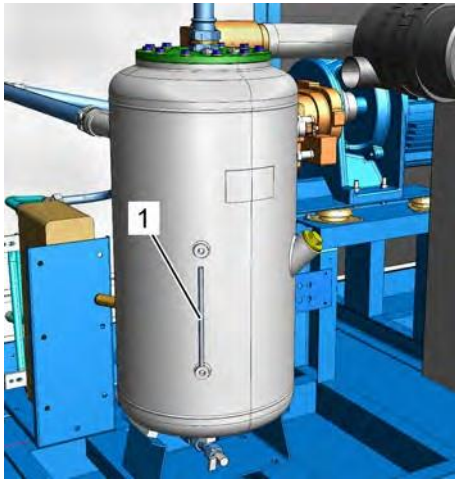

Рис. 38: Указатель уровня воды
4. ► Проверьте, видна ли в указателе уровня воды (Рис. 38/1) вода.